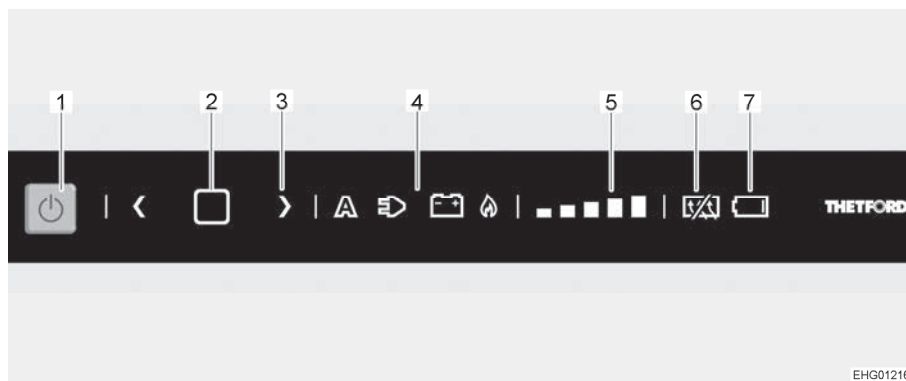

Bild 186 LED-reglage
- Tryck på På/Av-knappen (Bild 186,1) i en sekund. Knappen tänds blå. Senast vald inställning lyser.
- Tryck in bekräftelseknappen (Bild 186,2) i två sekunder tills symbolen för energikällan (Bild 186,4) börjar blinka.
- Välj önskad energikälla genom att trycka på en pilknapp (Bild 186,3).
- Tryck på bekräftelseknappen (Bild 186,2) för att bekräfta valet.
- Tryck på bekräftelseknappen (Bild 186,2) igen. Kylnivåindikatorn (Bild 186,5) börjar blinka.
- Välj önskad kylnivå genom att trycka på en pilknapp (Bild 186,3).
- Tryck på På/Av-knappen (Bild 186,1) i cirka 2 sekunder. Alla lampor slocknar. Kylskåpet är avstängt.